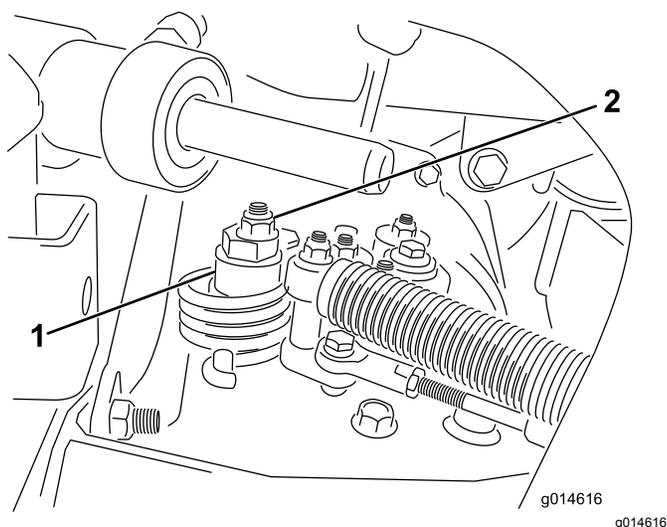

図 51
- A. 偏芯ナットをハイドロスタット上部に止めているナットをゆるめる 図 51。
- C. どちらにも車輪が回らないように偏芯ナットを回して調整する。調整ができれば固定ナットを締め 図 51。スロットルSLOW および FAST 位置で調整が正しいことを確認する。